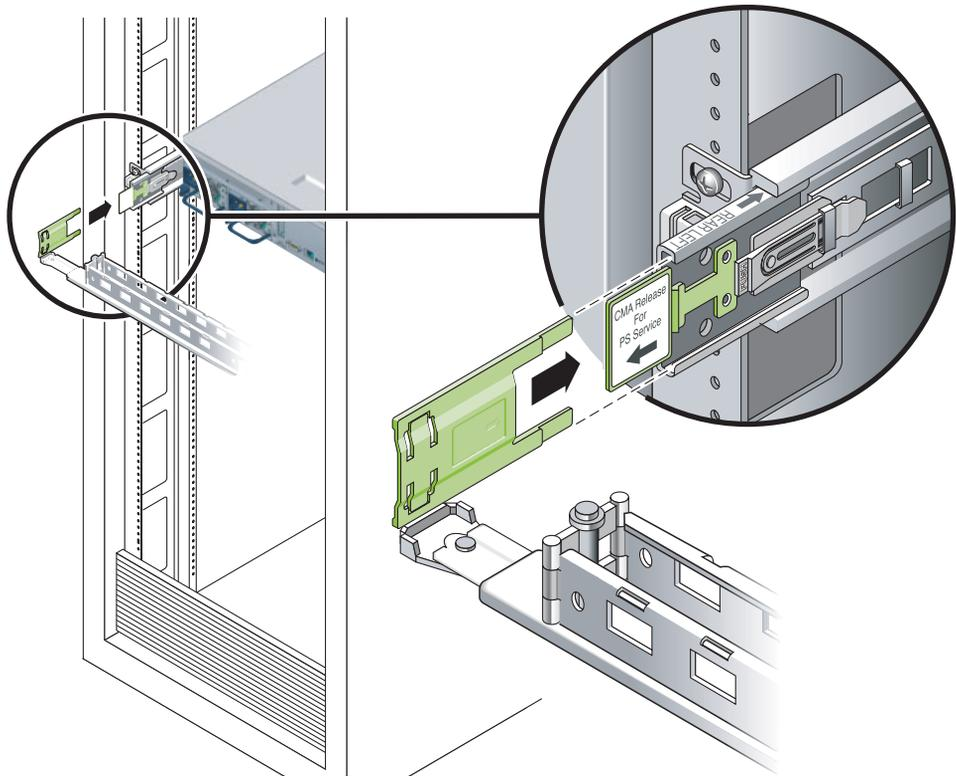

图 2-11 安装滑轨的左侧
4. 将 CMA 左侧通过合页连接的塑料连接器完全插入 CMA 滑轨扩展部分（图 2-11）。CMA 滑轨扩展部分的塑料卡舌会将通过合页连接的塑料连接器锁定到位。